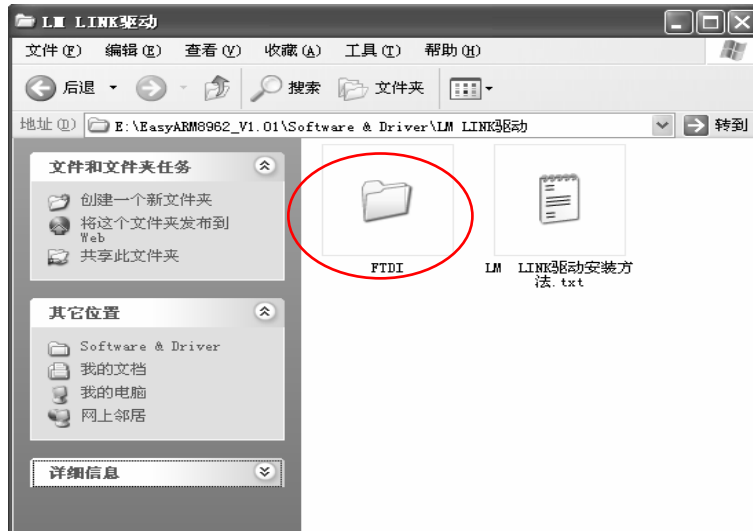
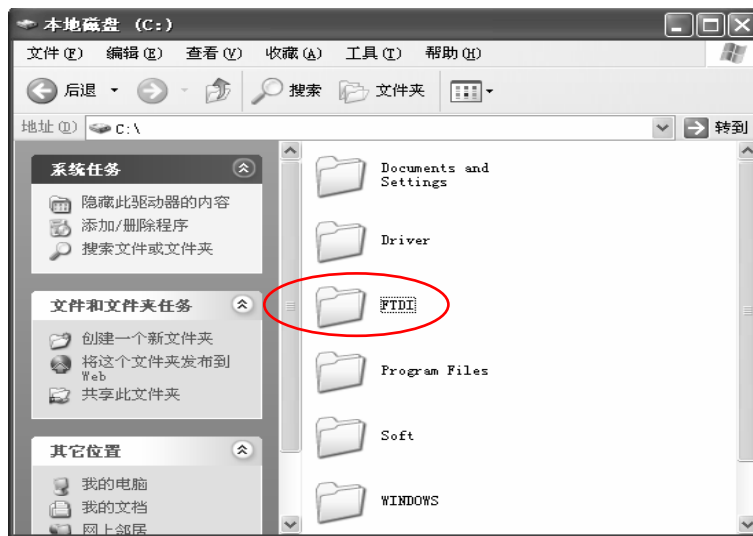

图 1.5 安装 LM LINK 驱动程序
图 1.6 复制到 C 盘根目录下的 FTDI 文件
1、将光盘内的“LM LINK驱动”文件夹下的“FTDI”文件夹复制到C盘根目录下。如图 1.5、图 1.6所示。